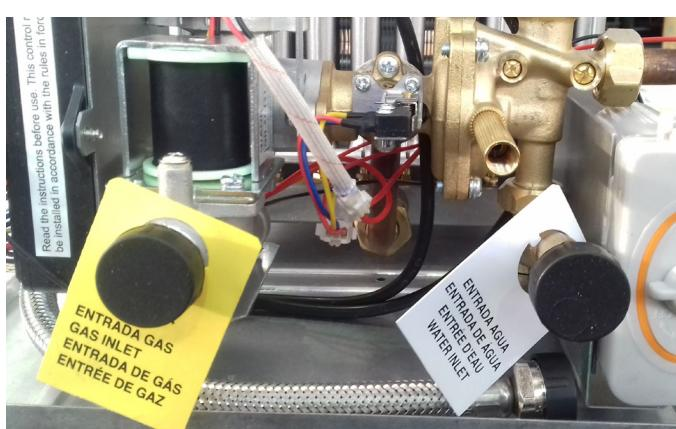

Abb. 7 - Kennschilder der Anschlüsse
- Die Verschlüsse von den Wasser- und Gasanschlüssen abnehmen, **siehe Abb. 7.**